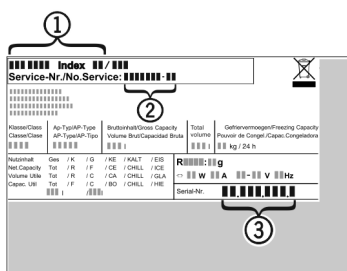

Fig. 11
- ▶ Označení přístroje Fig. 11 (1), servisní číslo Fig. 11 (2) a sériové číslo Fig. 11 (3) naleznete na typovém štítku. Identifikační typový štítek je umístěn na levé vnitřní stěně přístroje.
- ▶ Informujte zákaznický servis a sdělte poruchu, označení přístroje Fig. 11 (1), servisní číslo Fig. 11 (2) a sériové číslo Fig. 11 (3).